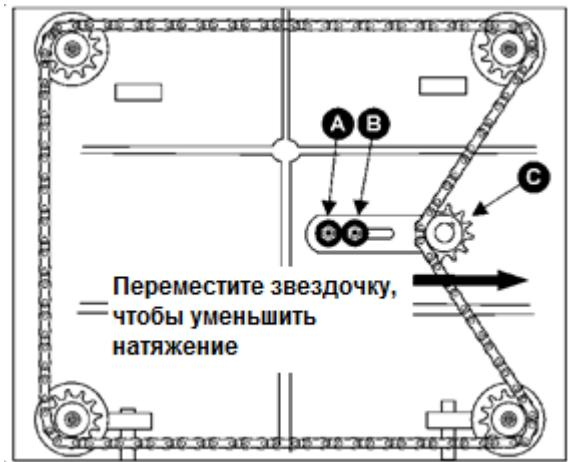

Рис. 23
2. Переверните станок на боковую сторону, чтобы видеть нижнюю поверхность станка (см. Рис. 23).
3. Открутите болт (A, см. Рис. 23) и ослабьте болт (B, см. Рис. 23), которые позволяют переместить регулируемую звездочку (C, см. Рис. 23) достаточно, чтобы ослабить натяжение цепи.
5. Когда все регулировки выставлены правильно, поместите цепь обратно на угловые звездочки, переместите звездочку (C, см. Рис. 23) обратно, чтобы натянуть цепь, затяните болт (B, см. Рис. 23), а также вкрутите и затяните болт (A, см. Рис. 23).